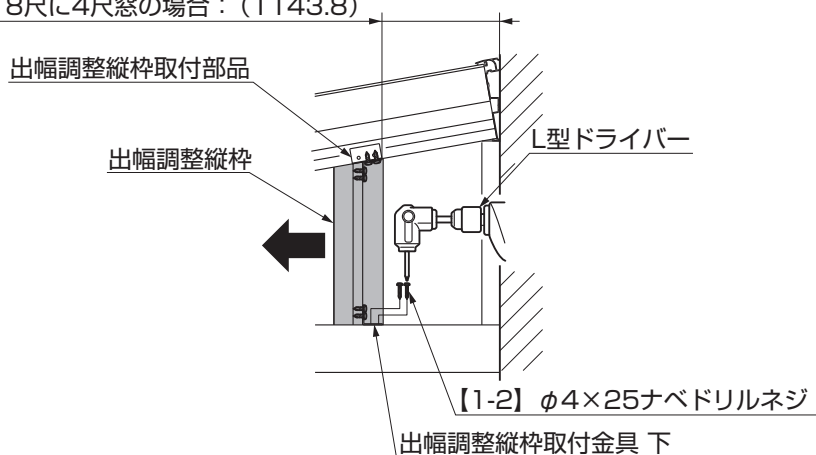
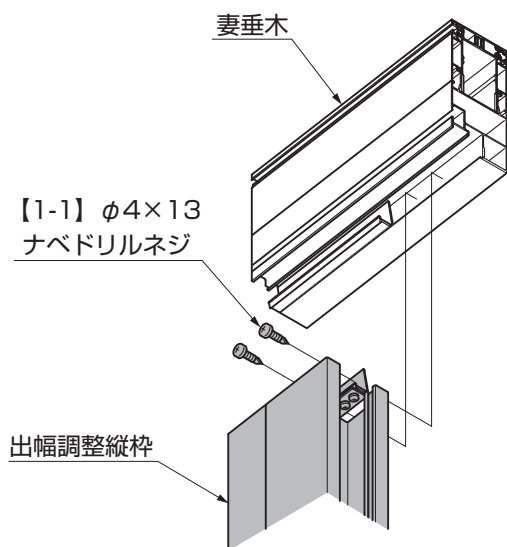
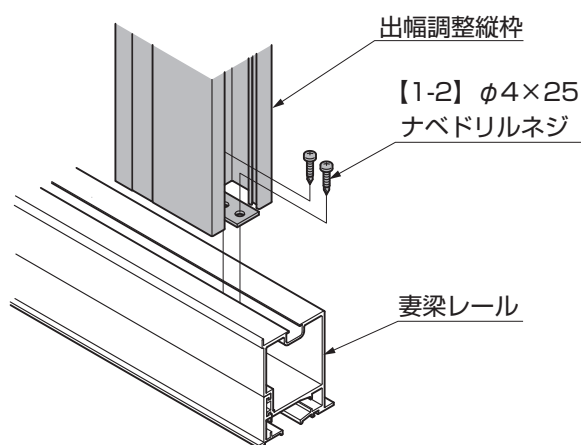

図3-2
図3-3
図3-4
- ② 出幅調整縦枠を妻垂木、妻梁レールにスライドさせ、【1-1】、【1-2】で取付けてください。(図3-2、図3-3、図3-4参照)
- 出幅調整縦枠の取付け位置は図3-2を参照して位置を決めてください。